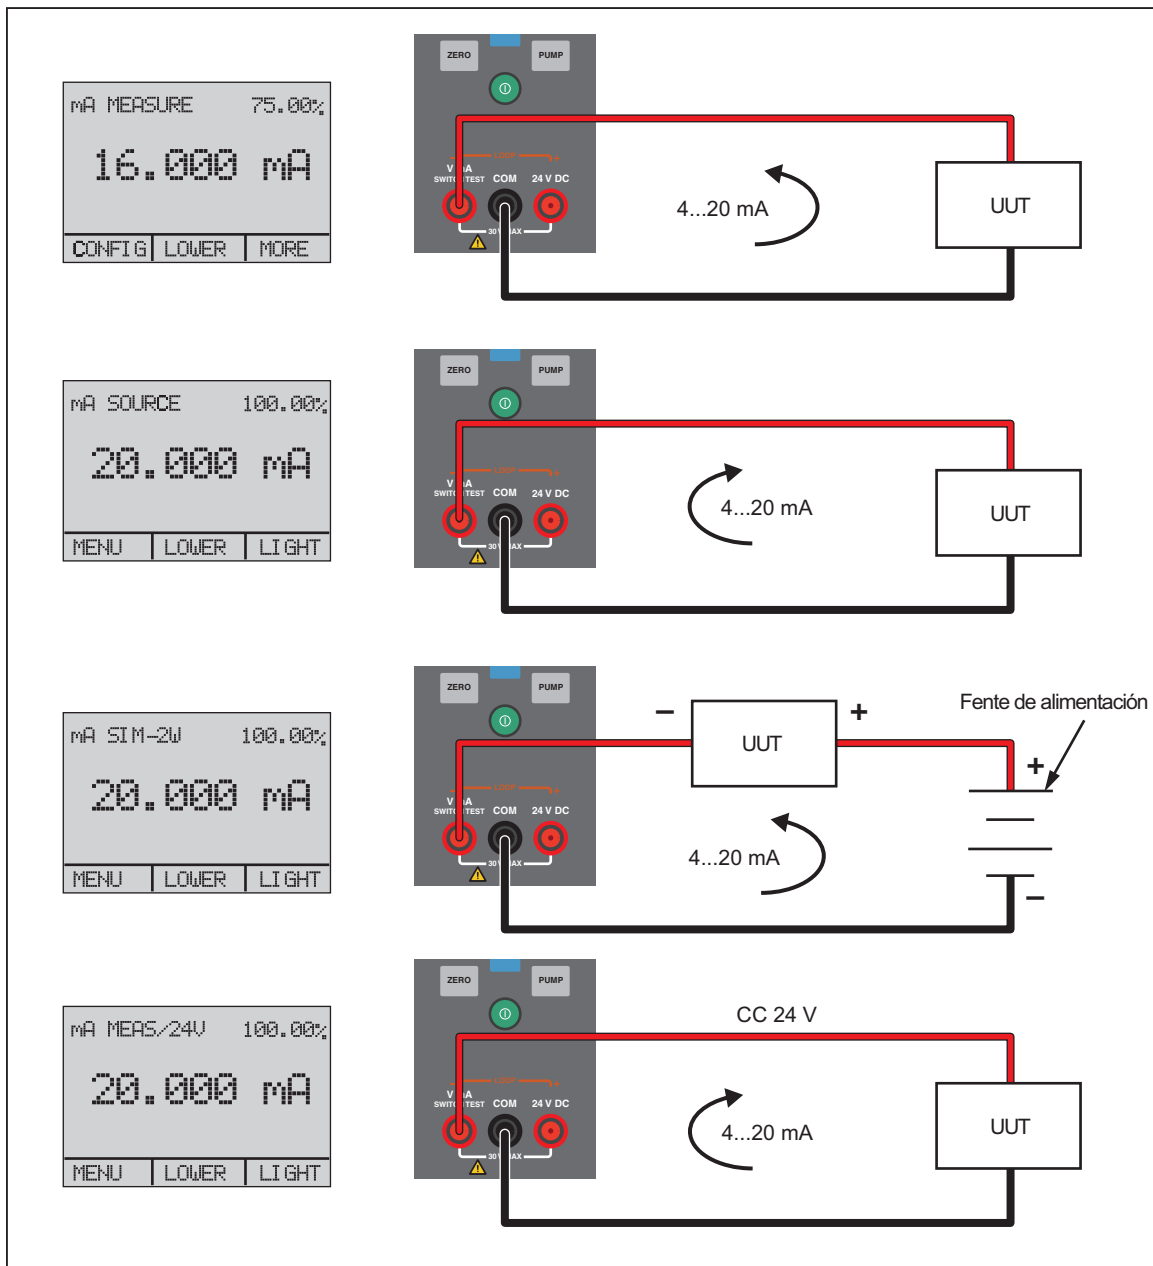

Figura 18. Medición y generación de corriente
1. Para medir la corriente, utilice los terminales de entrada situados en la parte frontal del Producto. Seleccione la función mA en la pantalla inferior. La corriente se mide en mA y un porcentaje del rango de medición. El rango de medición del Producto se establece en el 0% a 4 mA y en el 100% a 20 mA. Consulte la figura 18 para ver las conexiones.
- Pulse la tecla de flecha para iniciar el modo de salida y, a continuación, utilice las teclas de flecha para ajustar la salida de mA. Las teclas de función también se pueden usar para controlar la salida en los pasos del 25% (4, 8, 12, 16, 20 mA) o del 0% (4 mA) y del 100% (20 mA). Consulte la figura 18.